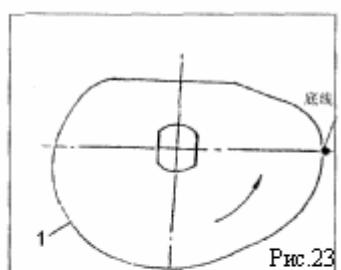

Рис. 23
На иллюстрации показан вид нитепрятгивателя нити петлителя со стороны игольного стержня. Опустите игольный стержень из крайнего верхнего положения, повернув маховик машины. Когда игольный стержень окажется посередине своего хода, ослабьте винт (J) и сдвиньте нитепрятгиватель нити петлителя с верхней части кулачка 1. затем затяните винт (J) (Рис. 23).